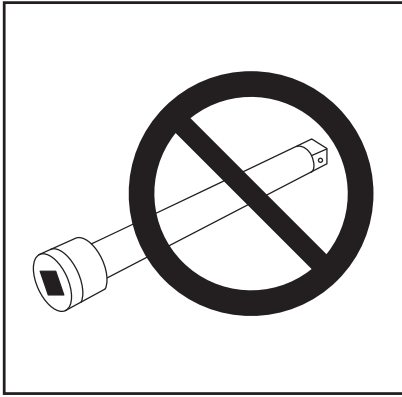

Figure 1
- Drive square extensions must not be used. These extensions will lead to serious damage to the tool output drive. See Figure 1.
- No deben utilizarse extensiones del cuadro transmisor ya que producirán graves daños en el transmisor de salida de la herramienta. Consulte la ilustración 1.
- Les rallonges carrées ne doivent pas être utilisées. Ces rallonges endommageront sévèrement l'arbre de l'outil. Reportez-vous à la Figure 1.